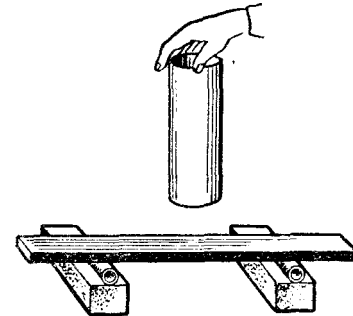

Рис. 1
1. Ударом резинового молоточка возбуждите колебания камертона или стального стержня, положенного на резиновые подставки. Поднесите к источнику звука две вставленные друг в друга трубы (рис. 1). Изменяя общую длину перемещением одной трубы внутри другой, найдите такое их взаимное положение, при котором громкость звука максимальна.
3. Вычислите по формулам (5) и (6) длину звуковой волны и скорость ее распространения в воздухе.